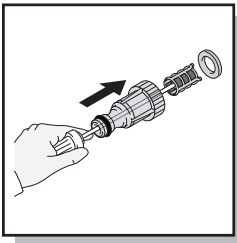

Fig. 18
- La protection à l'intérieur de l'adaptateur transparent doit être nettoyée régulièrement. Insérez un stylo dans le petit orifice à la fin de l'adaptateur. Le filtre de protection glissera (Figure 18). Enlevez-le et nettoyez-le avec de l'eau claire et, après, mettez-le à nouveau dans l'adaptateur.